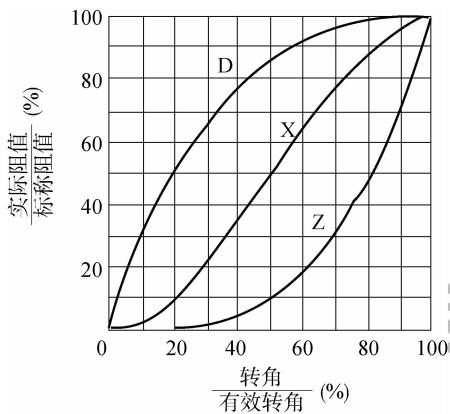

图 2-10 阻值变化规律
①标称阻值。标在产品上的名义阻值，其系列与电阻器的阻值标称系列相同。根据不同的精度等级，实际阻值与标称阻值的允许偏差范围为 $\pm 20\%$ 、 $\pm 10\%$ 、 $\pm 5\%$ 、 $\pm 2\%$ 、 $\pm 1\%$ ，精密电位器的精度可达到 $\pm 0.1\%$ 。
②额定功率。电位器的额定功率是指两个固定端之间允许耗散的最大功率。一般点位器的额定功率系列为 0.063、0.125、0.25、0.5、0.75、1、2、3(单位：W)；线绕电位器的额定功率比较大，有 0.5、0.75、1、1.6、3、5、10、16、25、40、63、100(单位：W)。应该特别注意，电位器的固定端附近容易因为电流过大而烧毁，滑动端与固定端之间所能承受的功率要小于电位器的额定功率。
③滑动噪声。当电刷在电阻体上滑动时，电位器中心端与固定端之间的电压出现不规则的起伏，这种现象称为电位器的滑动噪声。它是由材料电阻率分布的不均匀性以及电刷滑动时接触电阻的无规律变化引起的。
④分辨力。对输出量可实现的最精细的调节能力，称为电位器的分辨力。线绕电位器的分辨力较差。
⑤机械零位电阻。当电位器的滑动端处于机械零位时，滑动端与一个固定端之间的电阻应该是零。但由于接触电阻和引出电阻的影响，机械零位的电阻一般不是零。在某些应用场合，必须选择机械零位电阻小的电位器种类。
⑥阻值变化规律。调整电位器的滑动端，其电阻值按照一定规律变化，如图 2-10 所示。常见电位器的阻值变化规律有线性变化(X 型)、指数变化(Z 型)和对数变化(D 型)。根据不同需要，还可制成按照其他函数(如正弦、余弦)规律变化的电位器。